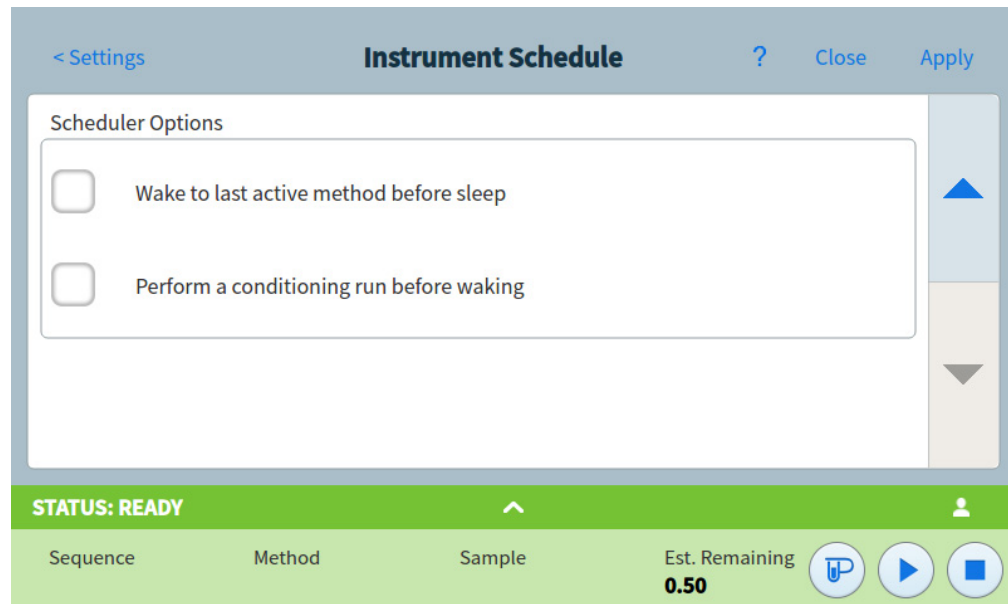

Abbildung 76. Bereich „Scheduler Options“
- 3 Scrollen Sie zum Bereich „Scheduler Options“. Siehe **Abbildung 76**.